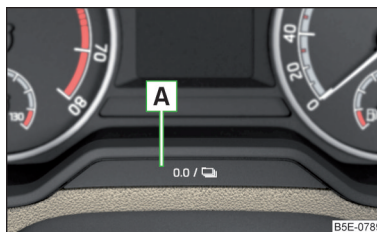

Fig. 49
- Mantenga pulsada la tecla **A** » fig. 49 hasta que se muestre en la pantalla el punto de menú **Servicio**.